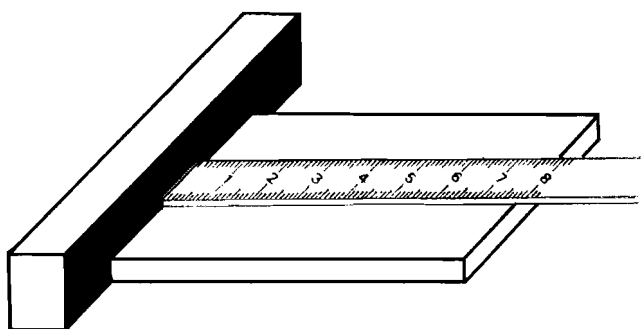

Fig. 1-4
2.1. Medición entre los lados de una pieza.—Colocar la regla graduada sobre la superficie a medir, procurando que el origen de la misma, quede ras con ras con el borde de la pieza, o ayudándose de un tope (fig. 1.4).